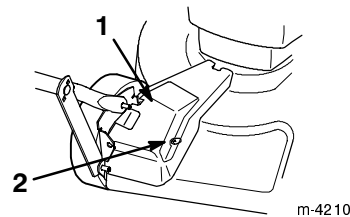

Figure 36
1. Le moteur étant arrêté, enlevez le boulon de fixation du carter de courroie (Fig. 36) sur le carter de tondeuse.